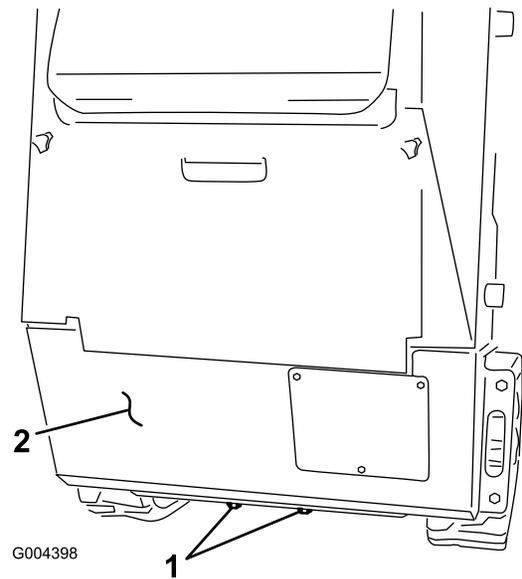

Figura 2
1. Compruebe y apriete los 2 pernos inferiores que sujetan el panel trasero inferior al bastidor (Figura 2).
Importante: No retire el panel trasero (Figura 2).